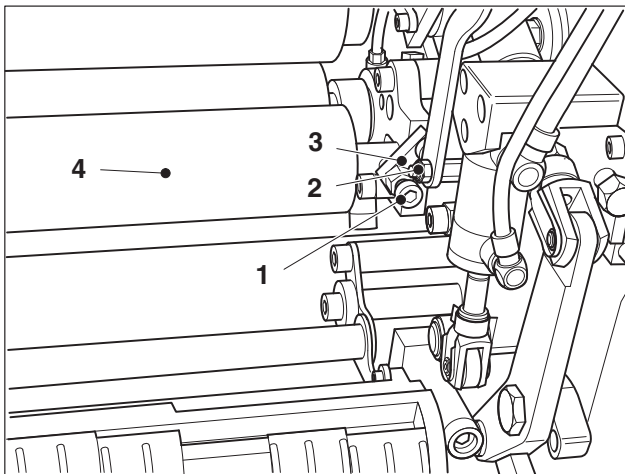

図 32 調整ネジとリルサンローラ 10
26. 調整ネジ (図 32/1) および図 32/2 の駆動側と操作側の調整ネジを緩め、接続リンク (図 32/3) を倒します。
27. リルサンローラ 10 (図 32/4) を取り外します。